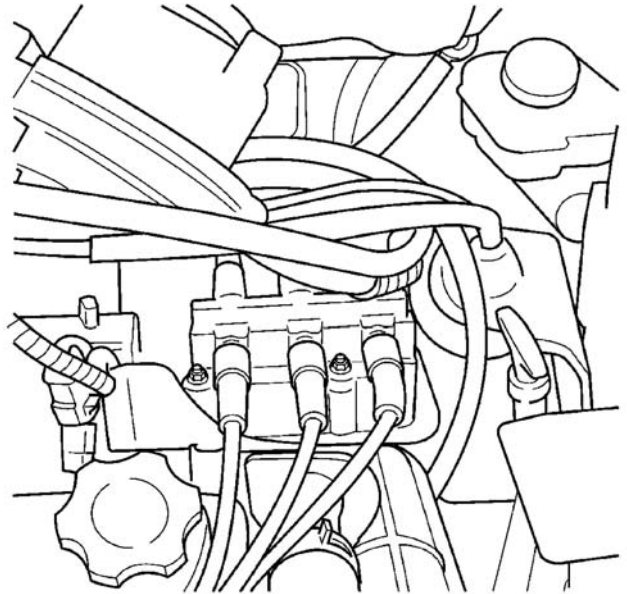

图11 点火线圈托架 3.3/3.8L
- (1) 断开蓄电池负极电缆。
- (2) 将节气门和速度控制拉线从夹子上卸下。
- (3) 从动力转向储液罐至进气歧管卸下2个螺栓。
- (4) 从点火线圈托架的螺栓上拧松动力转向储液罐的下螺母。
- (5) 重新放置动力转向储液罐（图11）。
- (1) 将线圈安装在托架的螺栓上。
- (2) 将 2 个螺栓安装至点火线圈。
- (3) 将 2 个螺母安装至点火线圈螺栓。拧紧螺母和螺栓。
- (4) 将电气接连接至点火线圈。
- (5) 将点火高压线安装至点火线圈。
- (6) 重新放置动力转向储液罐。将托架沿安装螺栓上方滑动（图 11）。
- (7) 安装从动力转向储液罐至进气歧管的 2 个螺栓。
- (8) 将下螺母拧紧至点火线圈托架上的螺栓上。
- (9) 将节气门和速度控制拉线安装至夹子。
- (10) 连接蓄电池负极电缆。